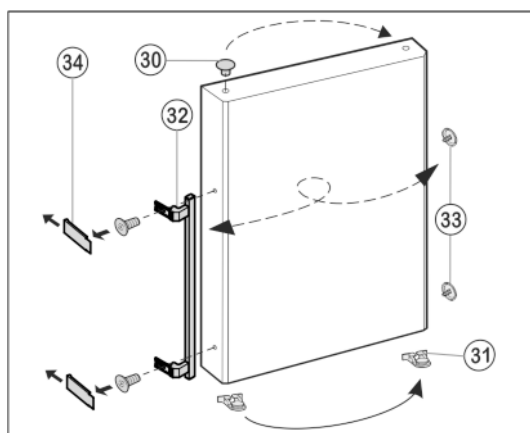

Fig. 11
- ▶ Zátka Fig. 11 (30) vyjměte z pouzdra ložisek dveří a přemístěte je.
- ▶ Madlo dveří Fig. 11 (32), zátka Fig. 11 (33) a krycí destičky\* Fig. 11 (34) odmontujte a přemontujte na protější stranu.